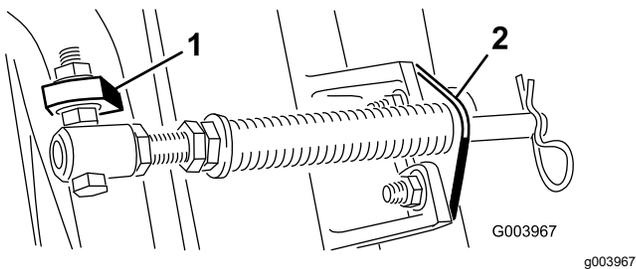
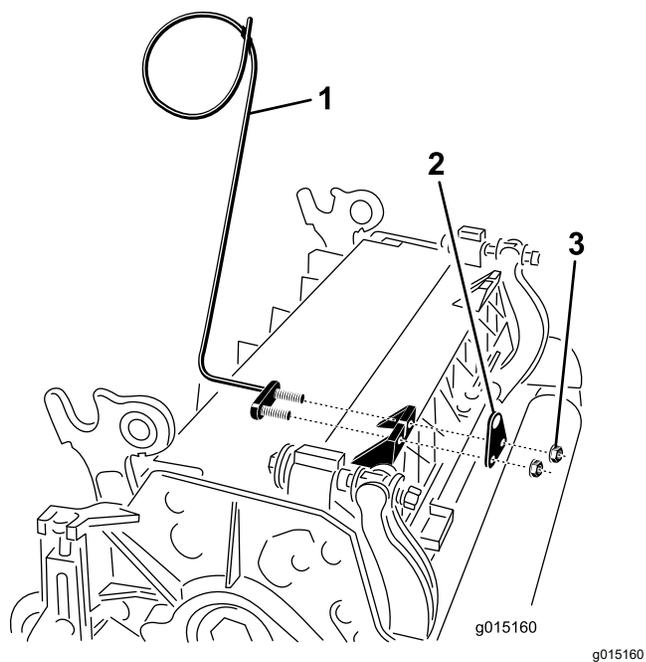

Figure 11
Figure 13
Remarque: La tête du boulon doit être à l'extérieur de la patte, comme montré à la Figure 11.
E. Montez le support de tige sur les pattes du plateau de coupe à l'aide des boulons de carrosserie et des écrous (Figure 11). Sur le plateau de coupe, montez le guide de flexible gauche devant les pattes du plateau quand vous reposez le support de tige (Figure 13).